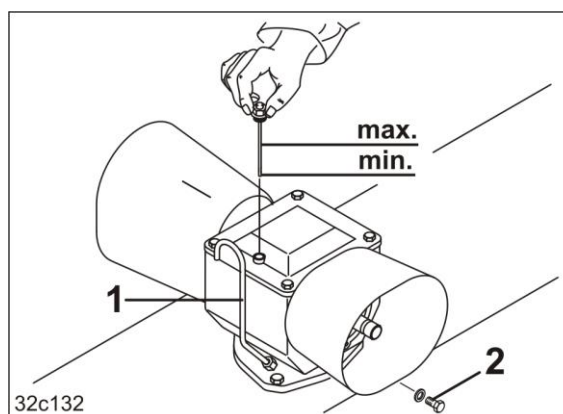

Fig. 177
Gearet har et udluftningsrør (Fig. 177/1).
3. Skru olieaftapningsskruen (Fig. 177/2) ud.